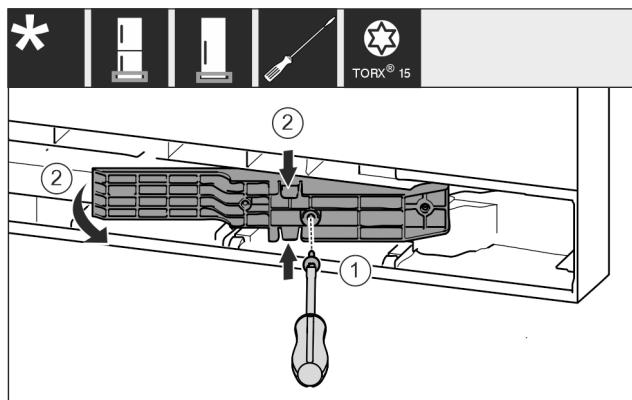

Fig. 18 \*
- Odvijačem T15 otpustite vijke. Fig. 18 (1)\*
- Izvadite adapterski element. Fig. 18 (2)\*